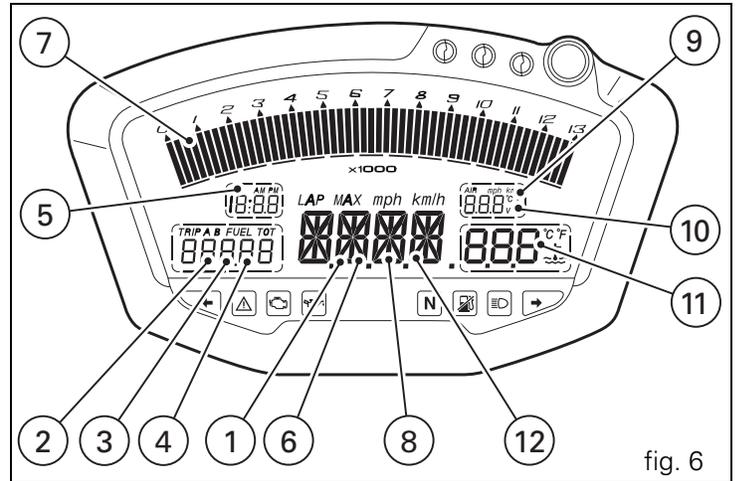

fig. 6
**E** 12) **Servicing indicator (SERV)** (fig. 6).